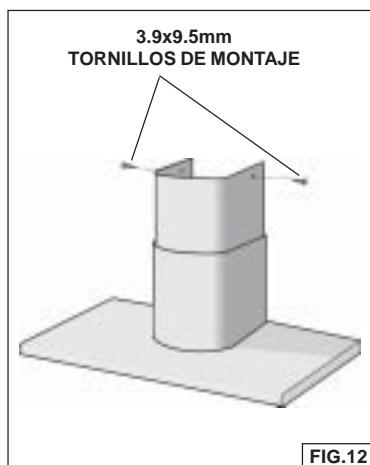

FIG.12
5. Levante la salida de humos superior hasta que sus orificios se alineen con los orificios del soporte de montaje de la salida de humos (situado en el techo). Fig. 12
6. Asegure la salida de humos con (2) tornillos de montaje. Fig. 12